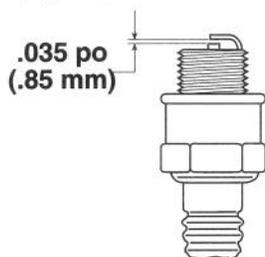

Figure 22
2. Régler l'écartement des électrodes à 0,85 mm (0,035 po.) (Fig. 22).